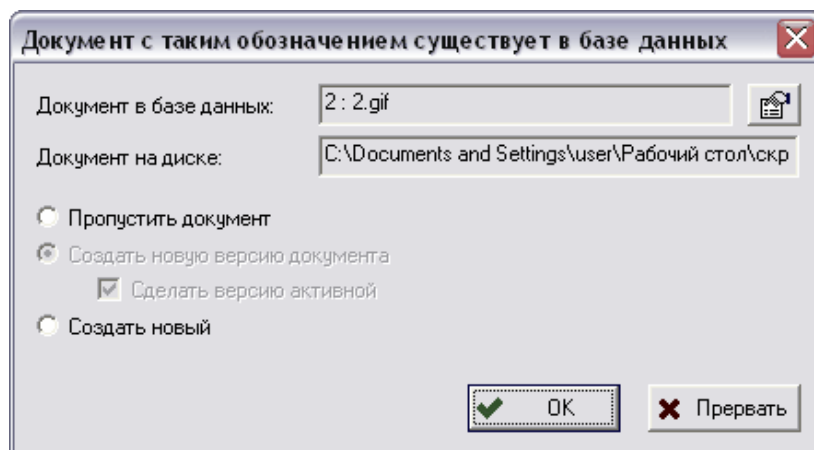

Рис. 135
При добавлении файлов с диска в БД формируются документы (учетные карточки документов), у которых обозначением является имя файла без расширения; наименованием – имя файла с расширением. Вид документа автоматически не устанавливается, поэтому необходимо задать его вручную. Для этого в контекстном меню документа выберите команду **Свойства**. После этого появится диалоговое окно **Документ** (Рис. 135).
Если в процессе добавления очередного файла документа его обозначение не будет уникальным в БД, то отобразится следующее диалоговое окно (Рис. 135).
Возможны три варианта обработки документа с неуникальным обозначением (Рис. 135):
- **Создать новый** – создание нового документа в БД. При этом после нажатия на кнопку **Ок** необходимо задать обозначение новому документу стандартным образом. Для изменения обозначения существующего в БД документа нажмите на кнопку  справа от поля **Документ в базе данных** (Рис. 135). После этого появится диалоговое окно свойств документа, в котором необходимо указать новое обозначение.